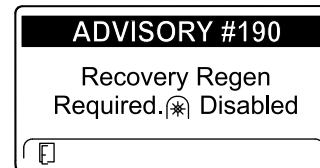

图23
- Recovery regeneration required（需要恢复再生）——功率输出已禁用 ADVISORY #190（第 190 号提醒）（图23）